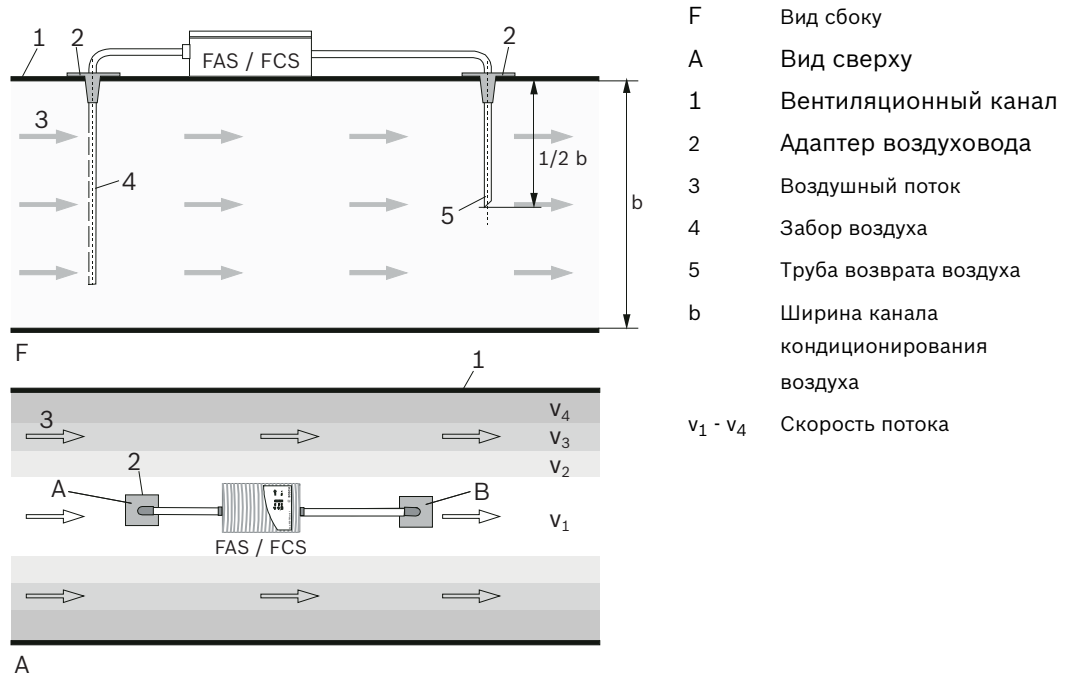

Рисунок 3.18 Труба возврата воздуха
- Так как извещатель FAS-420-TM и трубопровод находятся в областях с разным давлением, требуется установка трубы возврата воздуха (см. Рисунок 3.18).